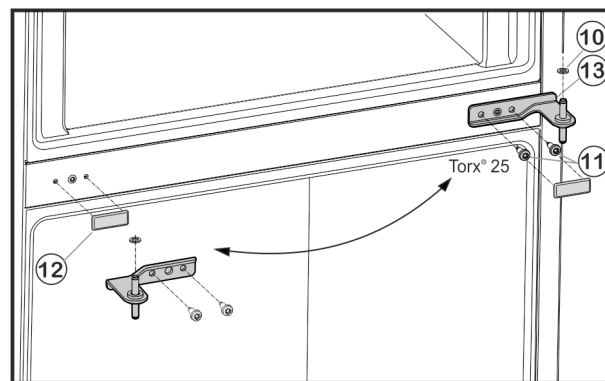

Fig. 6
- Vyskrutkujte upevňovacie skrutky Fig. 6 (11) (2x Torx® 25) a ložiskovú konzolu v strede vytiahnite zo spodných dverí.
- Odoberte plastovú podložku Fig. 6 (10).
- Krytku Fig. 6 (12) opatrne odoberte.
- Krytku Fig. 6 (12) znovu nasadíte na opačnú stranu.
- Ložiskovú konzolu v strede Fig. 6 (13) otočenú o 180° nasadíte do spodných dverí a pomocou upevňovacích skrutiek Fig. 6 (11) (2x Torx® 25) ju znovu pevne naskrutkujete na novú stranu závesu (**4 Nm**).
- Opäť nasadíte plastovú podložku Fig. 6 (10).
- Vrchné dvere nasadíte na ložiskovú konzolu v strede Fig. 6 (13).